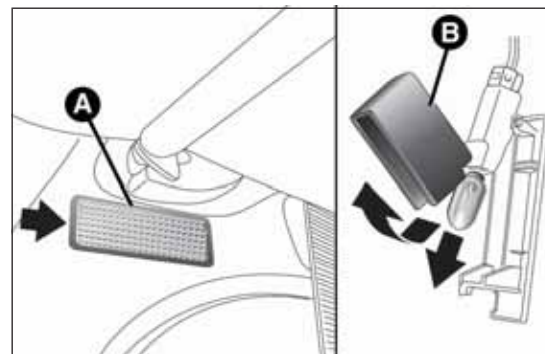

fig. 44
- ☐ aprire il bagagliaio ed estrarre la plafoniera A fig. 44 agendo nel punto indicato dalla freccia;